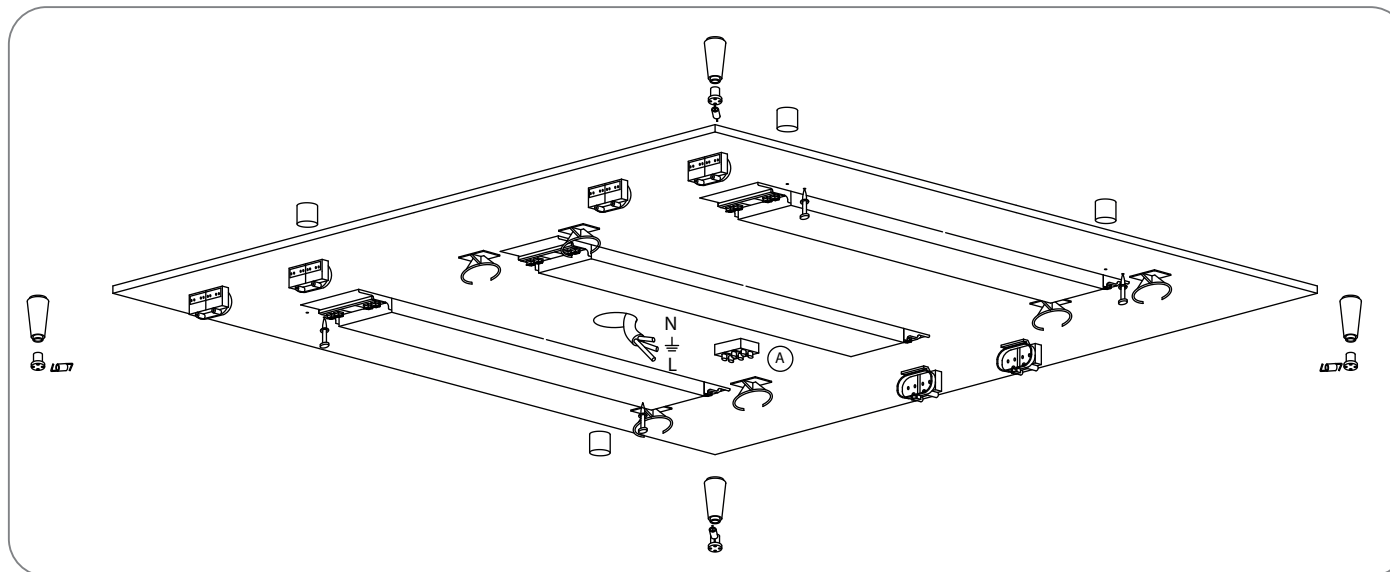

Fig.2
3. Colocar los conos C mediante tacos y tirafondos, como indica la fig 2 y RESPETANDO las medidas que indica la fig 3. NOTA: Utilizar la plantilla para el cálculo de las distancias de los conos, teniendo cuidado de hacer bien tope en el borde de la placa (fig 3). Estas medidas son MUY IMPORTANTES para que la tela quede correctamente colocada.
3. Fix lampholders C using blocks and lag screws as per fig 2, CONSIDERING sizes as per fig 3. REMARK: Use the template in order to calculate right distances for lampholders. Be careful that an accurate plate stoppage is achieved as per fig 3. This sizes are VERY IMPORTANT to achieve a good cloth setting.